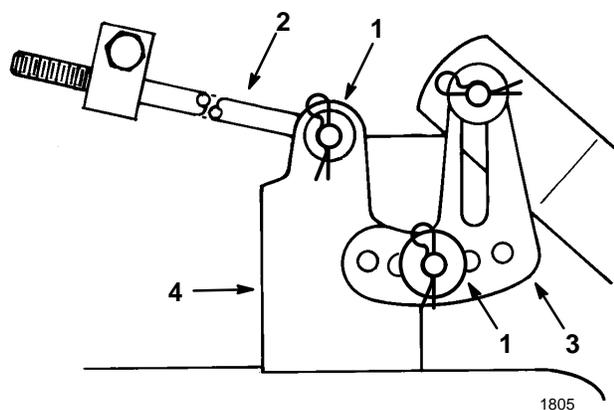

Figure 45
7. Glisser l'extrémité de la longue tige dans le trou du support du plateau (Fig. 45) et la fixer au moyen de la rondelle et de la goupille épingle. Répéter cette opération de l'autre côté du plateau de coupe.
8. Monter la patte de mise à niveau du plateau de coupe sur le tenon du bras de hauteur de coupe (Fig. 45) et fixer le plateau de coupe au moyen de la rondelle et de la goupille épingle. Répéter cette opération de l'autre côté du plateau de coupe.